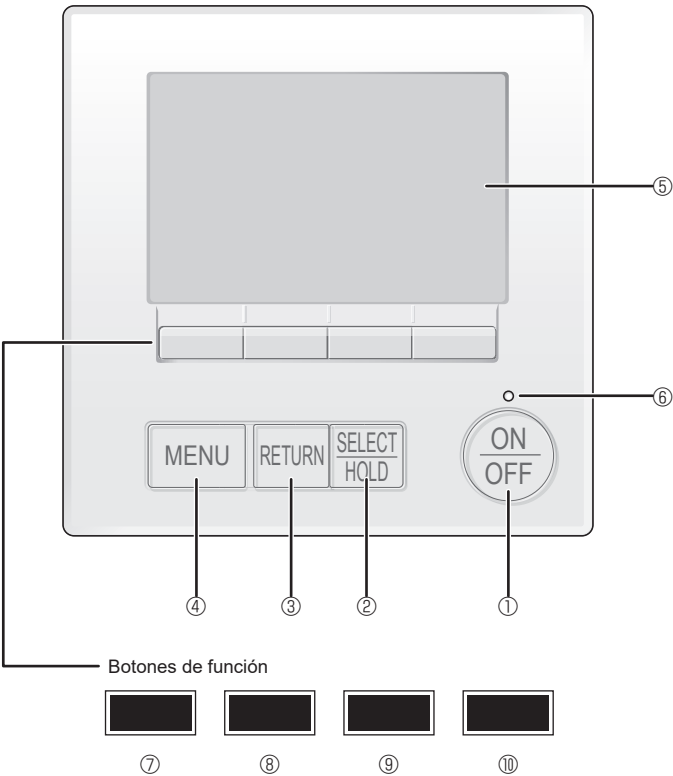

Fig. 7-2
7.3.1. Al usar el mando a distancia MA con cable (Fig. 7-2)
- ① Botón [ON/OFF]